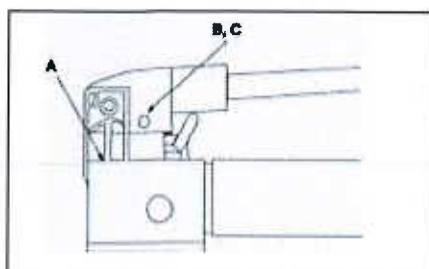

Bild 10
För att förlänga livslängden för pumpen och förbättra prestandan skall du smörja tappen (A), krysstappen (B) och kolvbotten (C) regelbundet med en roller insmord i lagerfett. Se bild 10.